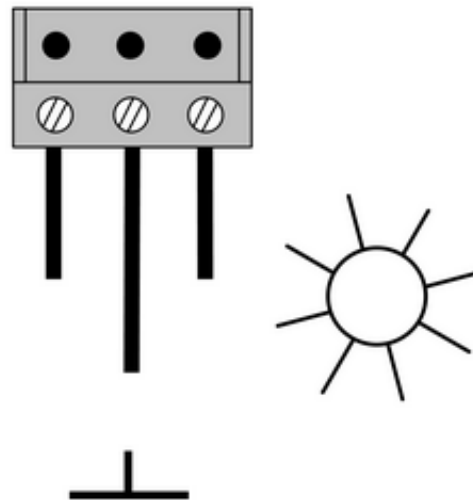

Bild 6: Anschluss an Klemmenblock
- Sensorik nach Anschlussbild (Bild 6) anschließen.